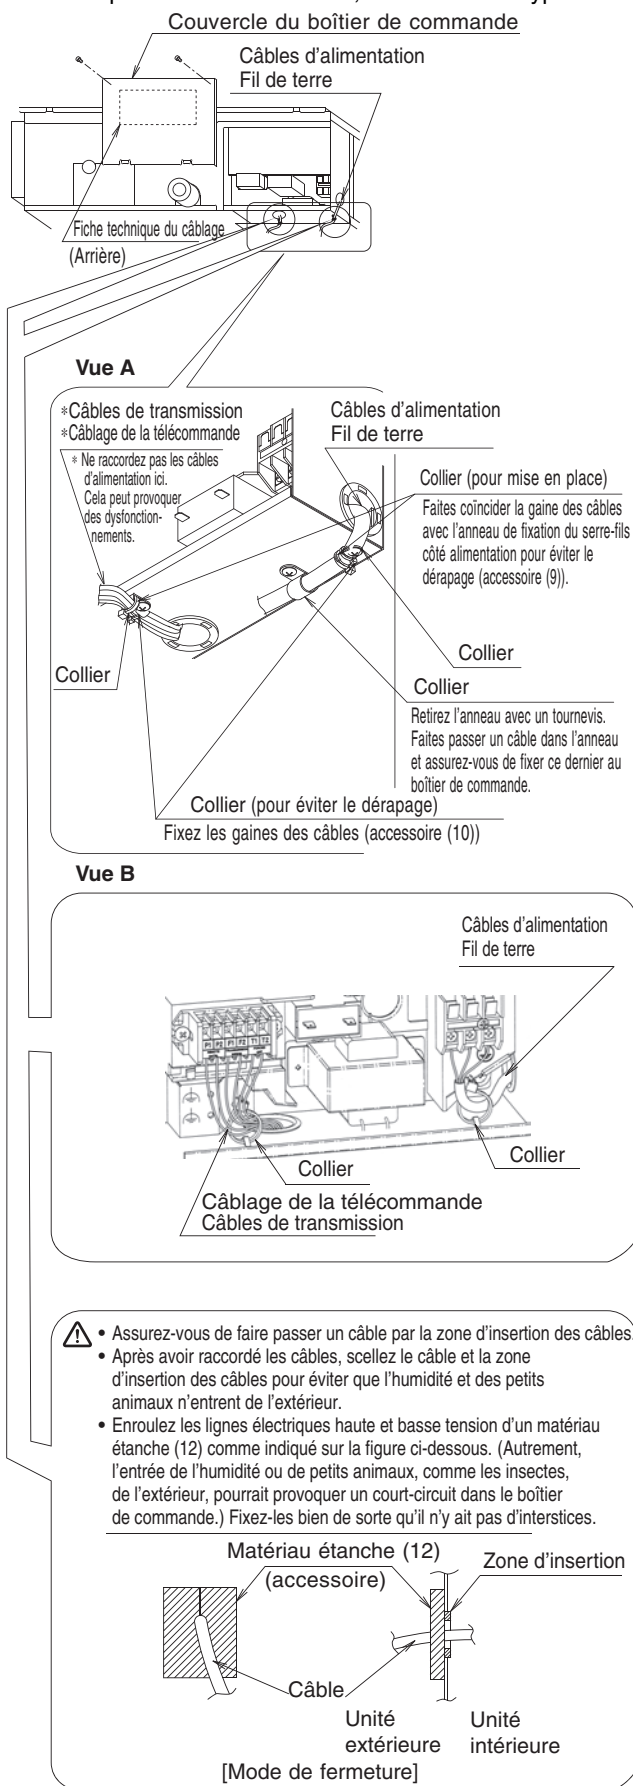

Fig. 17
Serrez bien les câbles avec les collier (9) (10) fournis comme accessoires, comme indiqué sur la Fig. 17, de sorte à ne pas exercer de pression sur le raccordement des câbles.
- Raccordez les câbles seulement après avoir retiré le couvercle du boîtier de commande comme indiqué sur la Fig. 17, en vous reportant à la vue A ou B, en fonction du type d'unité.
- Lorsque vous serrez les câbles, utilisez le collier fourni (9) et (10) comme indiqué sur la Fig. 17 pour éviter qu'une pression extérieure ne s'exerce sur le raccordement des câbles et serrez fortement.